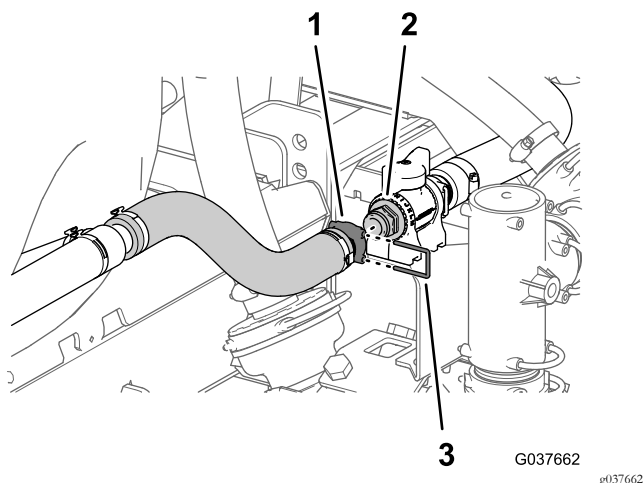

図 57
6. 攪拌ノズルアセンブリのバーブ付きストレートフィッティングを、攪拌スロットバルブのクイックカップリングに組み付ける攪拌ホースアセンブリに付属しているリテーナを使用する 図 57。